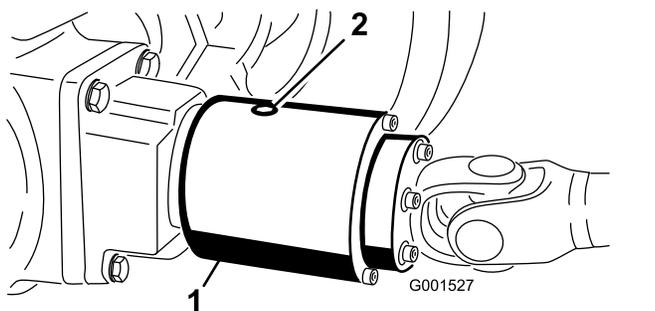

Рисунок 63
3. Поверните муфту таким образом, чтобы контрольная пробка была направлена вниз (Рисунок 63).